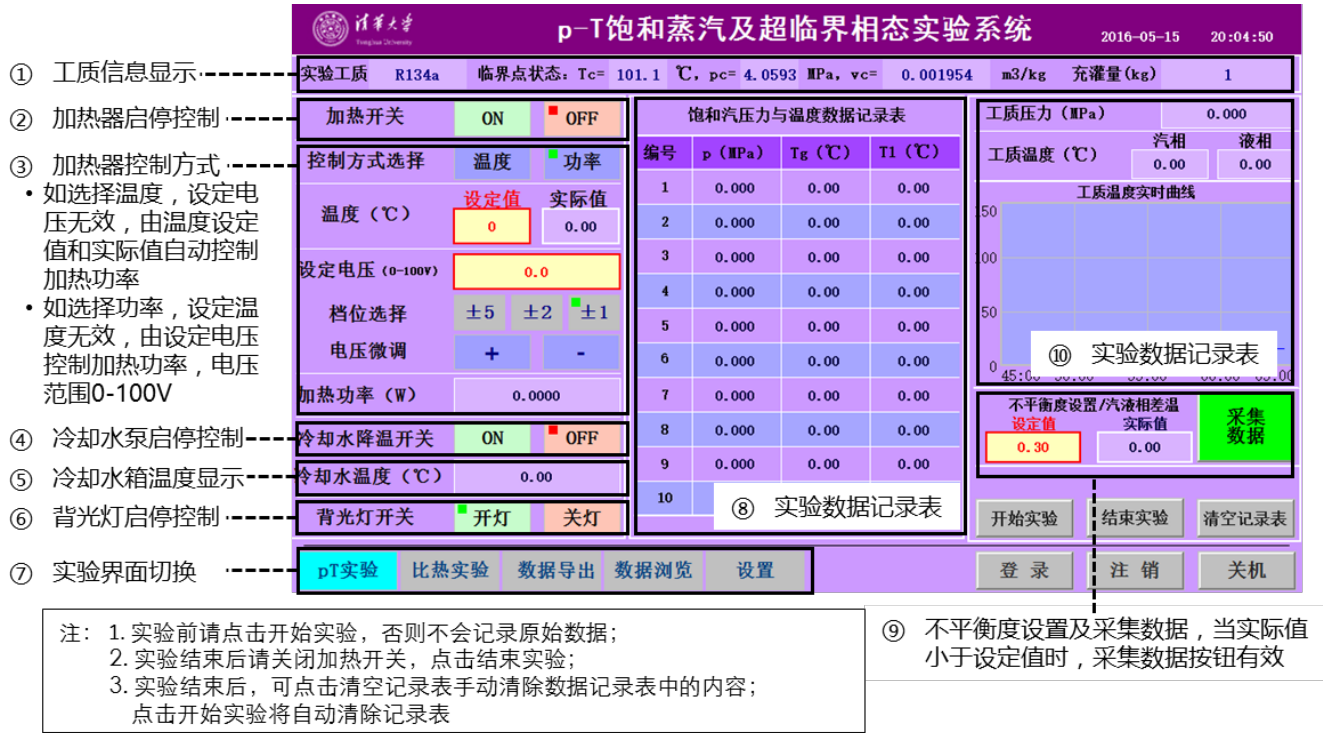

图 3 实验操作界面
- 2. 接通电源，观测可视窗口内工质的状态和液位高度，进入“pT 实验”界面（如图 3）；